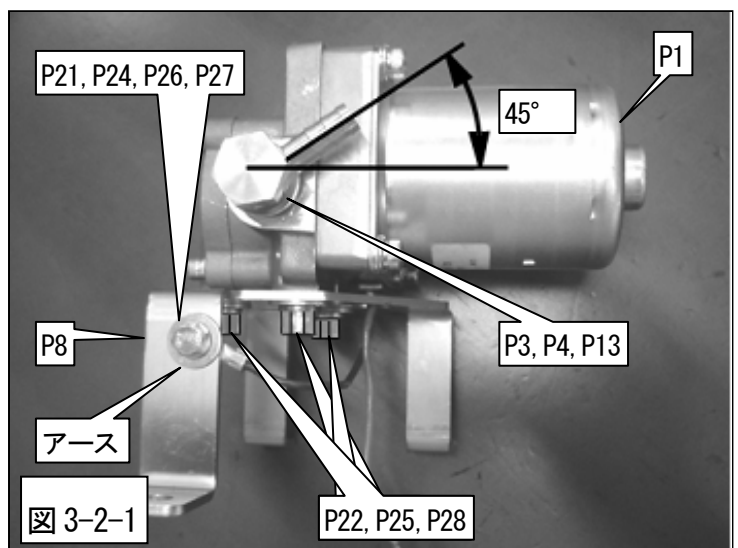

図 3-2-1
(図 3-2-1)
(3) 図のようにSSTポンプにバンジョーを取付けてください。(図3-2-1、3-2-2)